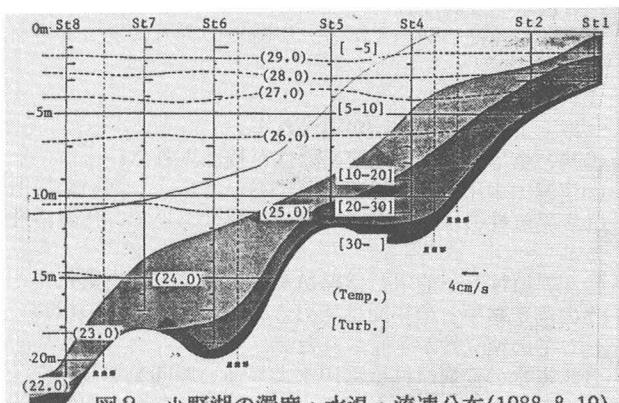

図2 小野湖の濁度・水温・流速分布(1988.8.19)
(1) 流量、水温、濁度分布の概況 流速・水温・濁度三者の関係を分かりやすく表示する方法を工夫した。図2、3に1988年8月19日と1989年1月6日の2回分について結果を示す。8月は7月下旬より晴天が2週間続いた後、調査日まで1週間合計72.1mmの降雨があった。夏に特徴的な水温成層が多数でき、水深3mあたりに弱い躍層が観察された。25°Cから26°Cの流入水が湖内の同じ温度の層を流れて行くのが観察された。濁度の分布は層状を形成し流れに沿って沈降している。1月は調査前約2週間は晴天が続いた。流入河川の濁度は小さく、湖内の濁りは主としてプランクトンによるものである。流入水温は5~6°Cであり、ダム湖内では底に沿って流れている。流速、密度勾配とともに小さいので流動が主流部以外つかみにくい。
(2) 流速分布形状